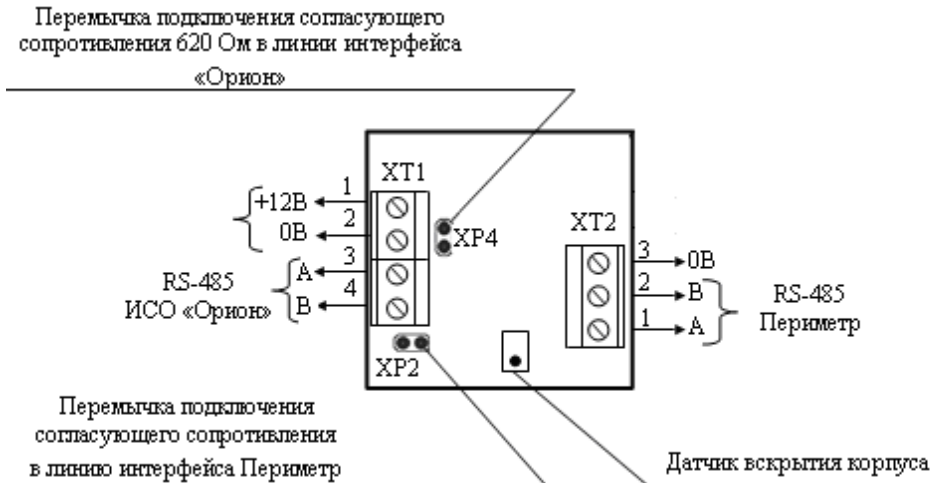

Рисунок 4. Назначение клемм и перемычек контроллера «С2000-Периметр»
4.1.1 Подключите линии А и В интерфейса RS-485 «Орион» к клеммам XT1.3 и XT1.4 соответственно (см. рис. 4). Максимальное сечение проводов 1,5 мм².
4.1.2 Если контроллер не является последним в линии интерфейса RS-485, удалите перемычку с разъёма XP4 (см. рис. 4).